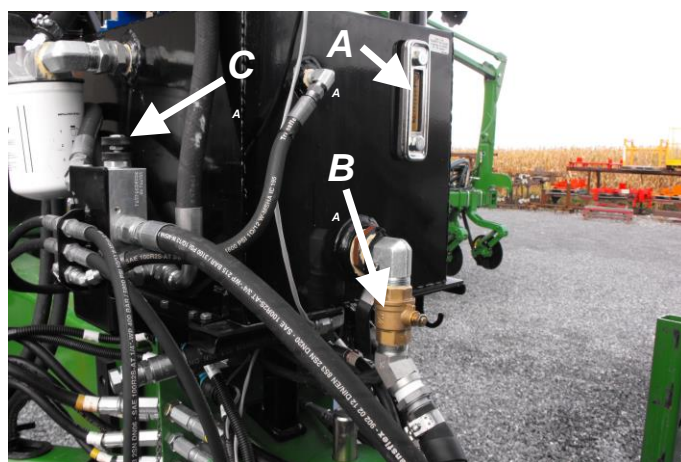

Figure 6
5. Vérifiez le niveau d'huile dans le réservoir [Figure 6, **A**].
6. Vérifiez la valve d'alimentation du réservoir vers la pompe, elle doit-être ouverte [Figure 6, **B**].
10. Ajustez la valve du contrôle de débit [Figure 6, **C**] pour atteindre la pression désirée dans le réseau de distribution d'air. Consulter la section DÉMARRAGE DU DISTRIBUTEUR pour connaître les pressions de travail.